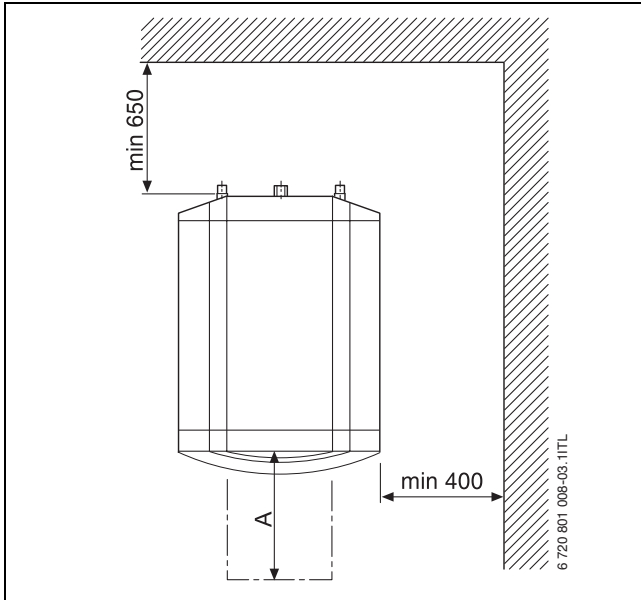

Fig. 5 Distancias mínimas a la pared (en mm)
Al emplazar el acumulador de agua caliente, deberán tenerse en cuenta las distancias mínimas para el montaje y el mantenimiento (→ fig. 5). Respete también las distancias mínimas de montaje de la caldera. Para la sustitución del ánodo de magnesio (durante los mantenimientos) se necesita disponer de un espacio libre suficiente (→ tab. 5) delante del acumulador de agua caliente.
► Respete las distancias mínimas a la pared (→ fig. 5).